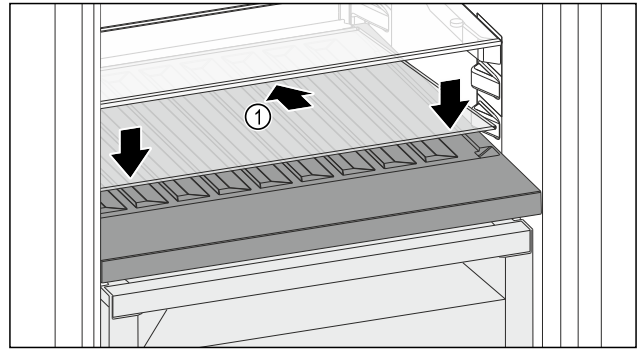

Fig. 122
- Glasplatte Fig. 122 (1) schräg und nach hinten unten geneigt ansetzen.
- Glasplatte Fig. 122 (1) vorne absenken.